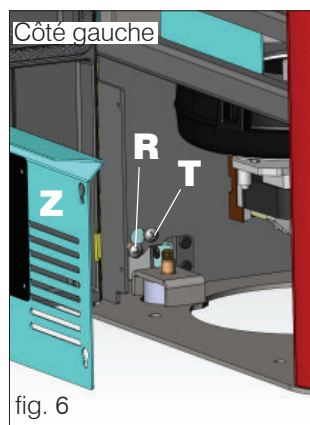

fig. 6
Vérifier l'alignement vertical des côtés en céramique (C) et effectuer d'éventuels réglages au moyen des vis situées au-dessus du top (V - fig. 5) et à l'intérieur du poêle au moyen des vis (R - fig. 6/7).
N.B. : avant d'effectuer l'opération, retirer le panneau zingué (Z - fig. 6/7) sur les deux côtés et desserrer les vis de blocage (T - fig. 6/7).